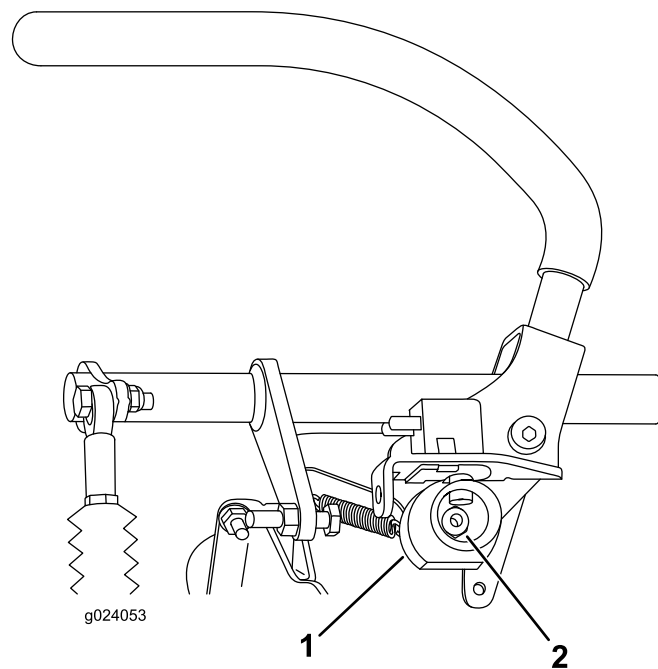

Figura 69
7. Allentate il dado che regge la camma (Figura 69).